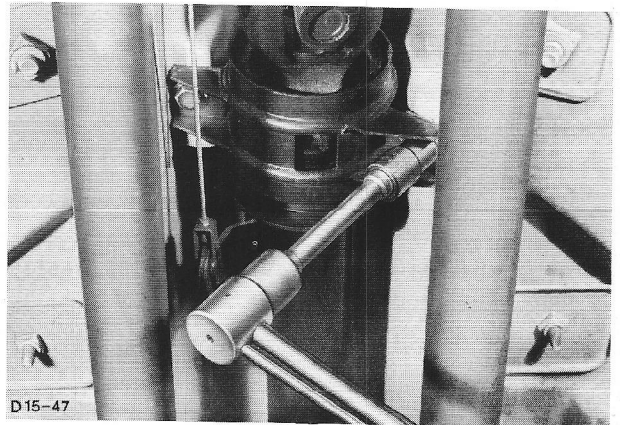

Fig.128 Draai de bevestigingsbouten van het tussenlager vast.
8. Draai de bevestigingsbouten van het tussenlager met het voorgeschreven aantrekkoppel vast. Overtuig u ervan dat het lagerhuis in lijn met de cardanas ligt en dat de rubber steun niet aan torsiekrachten onderhevig is (fig.128).